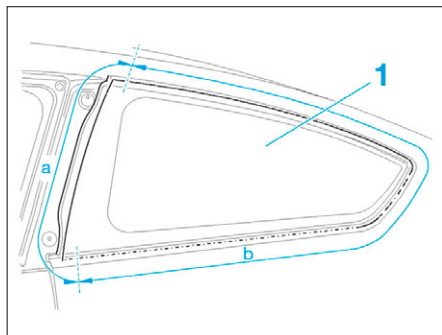

FIG. 55
- De l'intérieur du véhicule, découper le cordon de colle en (b) (Fig.55).